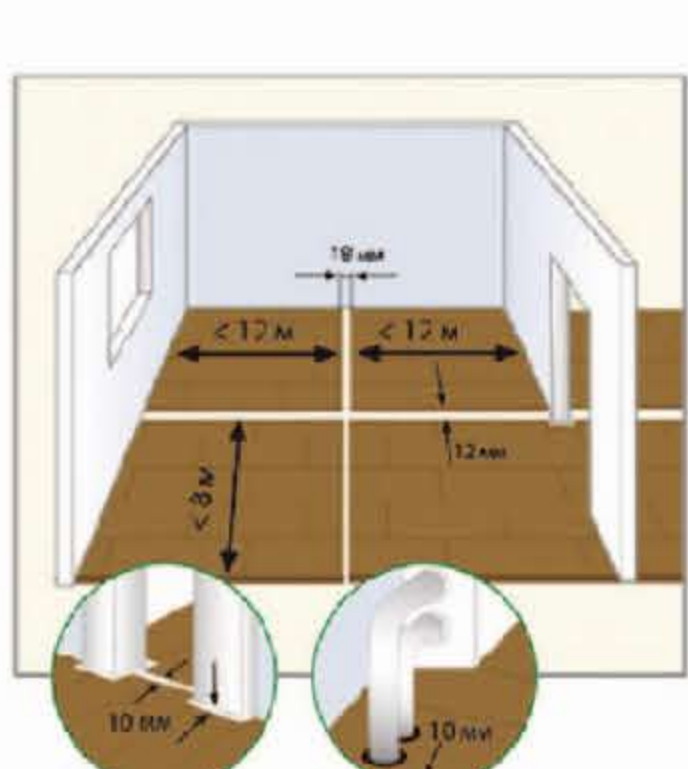

Рисунок 16
17. При укладке SPC ламината большими пластами необходимо помнить, если площадь укладываемого ламината превышает по длине или ширине 12 м и составляет более 120-150 м², необходимо предусмотреть компенсационные швы минимум 12 мм шириной. В противном случае в полотне ламината начнут образовываться щели, и напольное покрытие придет в негодность, что не будет являться гарантийным случаем. (см. рис. 16)